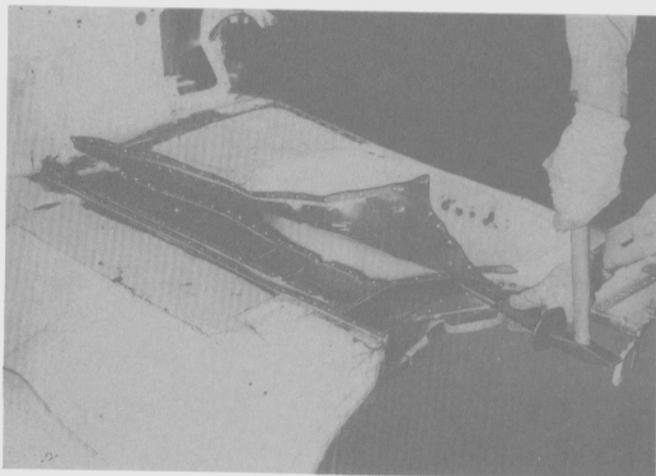

Fig. 295
- Separar con un escoplo el panel del piso en su unión con el travesaño, el pasarruedas derecho y el larguero derecho (Fig. 295).